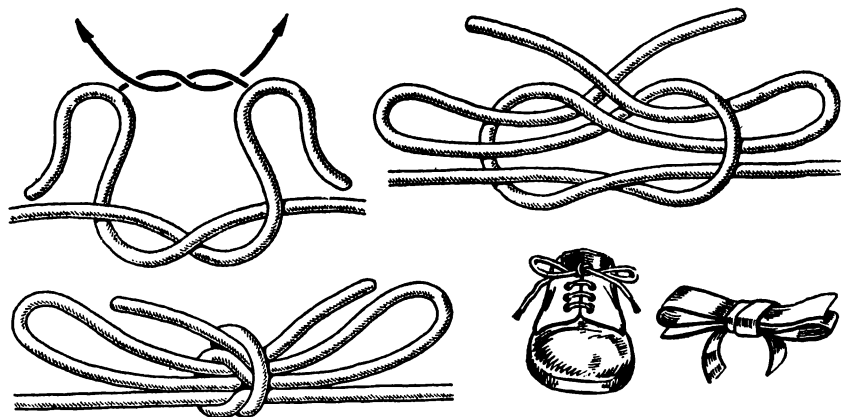

Рис. 95. Двойной рифовый узел
**Двойной рифовый узел** (рис. 95). Иногда его называют фалевым узлом. Но моряки им почти не пользуются: для временной связки штертов и других концов им достаточно рифового узла. В словаре Владимира Даля он именуется «петельным узлом» и «репейком (бантом)». Нередко его называют и бантовым узлом. Вяжется он так же, как и прямой узел, но во втором полуузле ходовые концы троса завязывают сложенными вдвое. Это незаменимый узел для завязывания шнурков ботинок, веревки, бантов на шее и бантиков в волосах, а также на свертках и коробках.